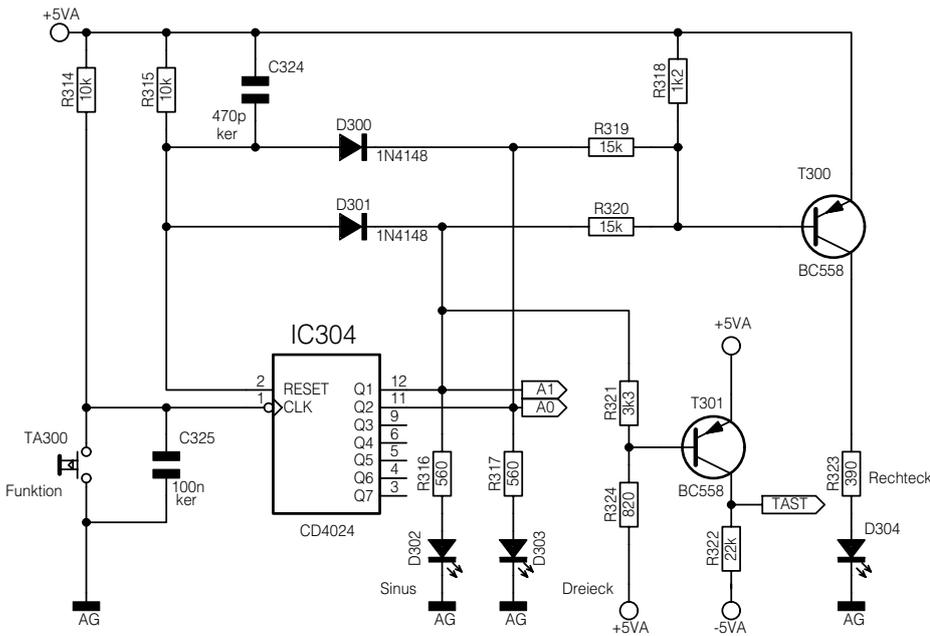

Bild 5: Schaltbild der Funktionsauswahl
- Bild 5: Funktionsauswahl
Abbildung 5 zeigt die Realisierung der Schaltung zur Funktionsauswahl. Die Signale „A0“ und „A1“ steuern den Multiplexer im MAX038. Dazu ist mit IC 304 (CD 4024) ein Zähler aufgebaut, der bei jedem Tastendruck des Tasters „Funktion“ um eine Stellung weiterzählt.